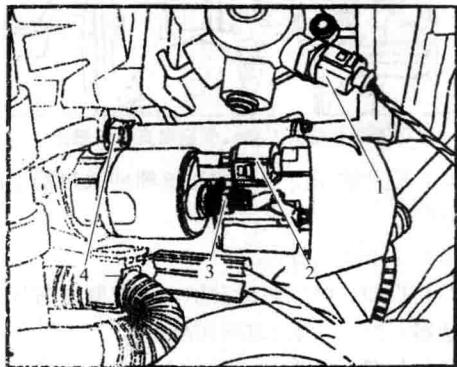

图 1-8 松开导线固定螺栓
- 13) 脱开插头连接 1 和 2。松开图 1-8 所示的导线固定螺栓 3 和 4，并取下导线放置一旁。